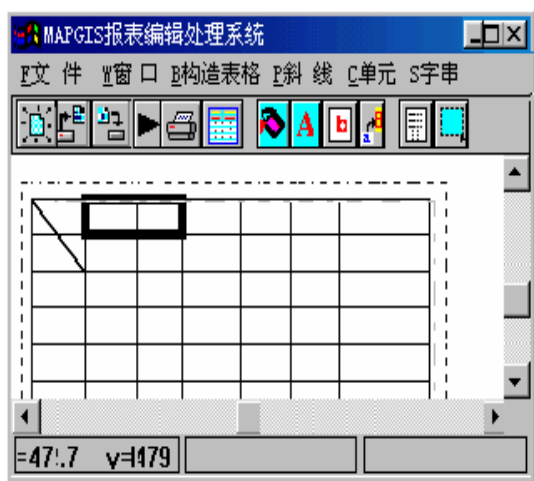
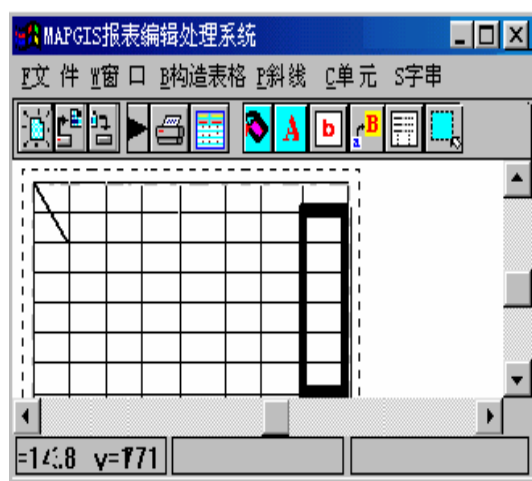

图9-8 多个横向小格构成一个域
图9-9 多个纵向小格构成一个域
- ② 选定小格：移动鼠标光标到要构成域的多个小格中最左上角的一个小格；按下鼠标左键，此时该小格所拥有的域随即以黄线框的形式显示出来；
- ③ 编辑域的范围：移动鼠标到黄线框的右下角，按下鼠标左键不放；拖动鼠标，则黄线框所表示的域范围将随着鼠标的移动而改变；
- ④ 确定域范围：当所选的域满足您的需要时，按一下鼠标的左键，即确定了域的范围。如图9-8和图9-9所示：